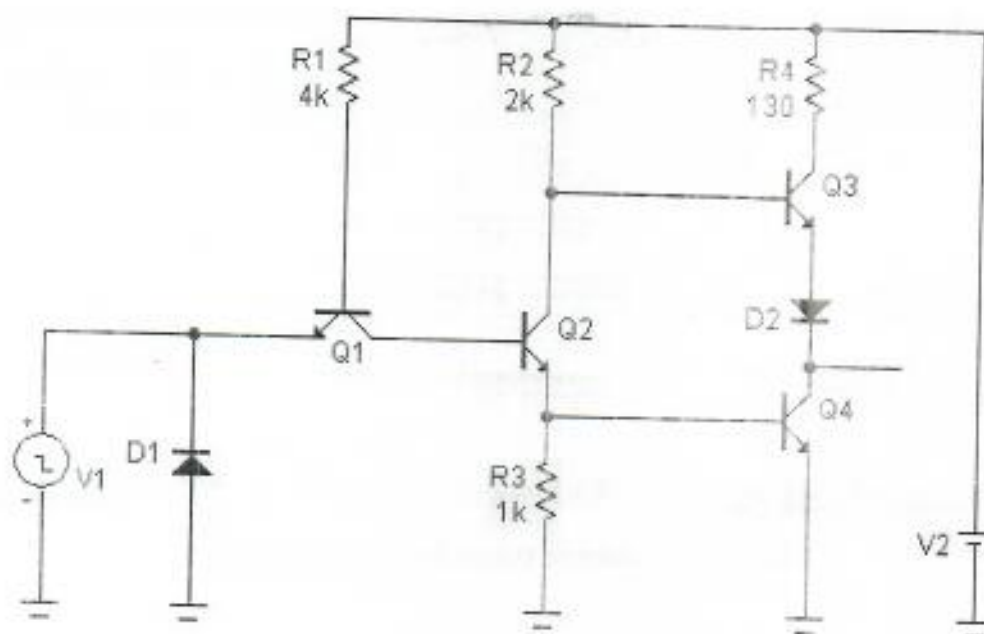

Рис. 1.3. Принципиальная схема логического элемента ТТЛ
1.2.2. Нарисуем, например (рис.1.3), электрическую принципиальную схему логического элемента транзисторно-транзисторной логики(ТТЛ).